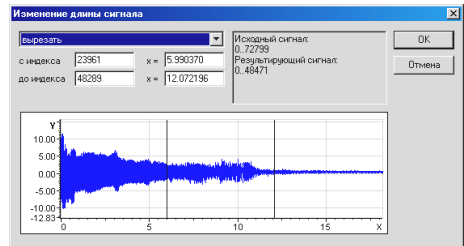

Рис. 7.7. Изменение длины сигнала
- В диалоговом окне *Изменение длины сигнала* (Рис. 7.7) выделите курсорами участок сигнала (при открытии окна курсоры установлены в начале сигнала) или введите точные значения в соответствующие поля.